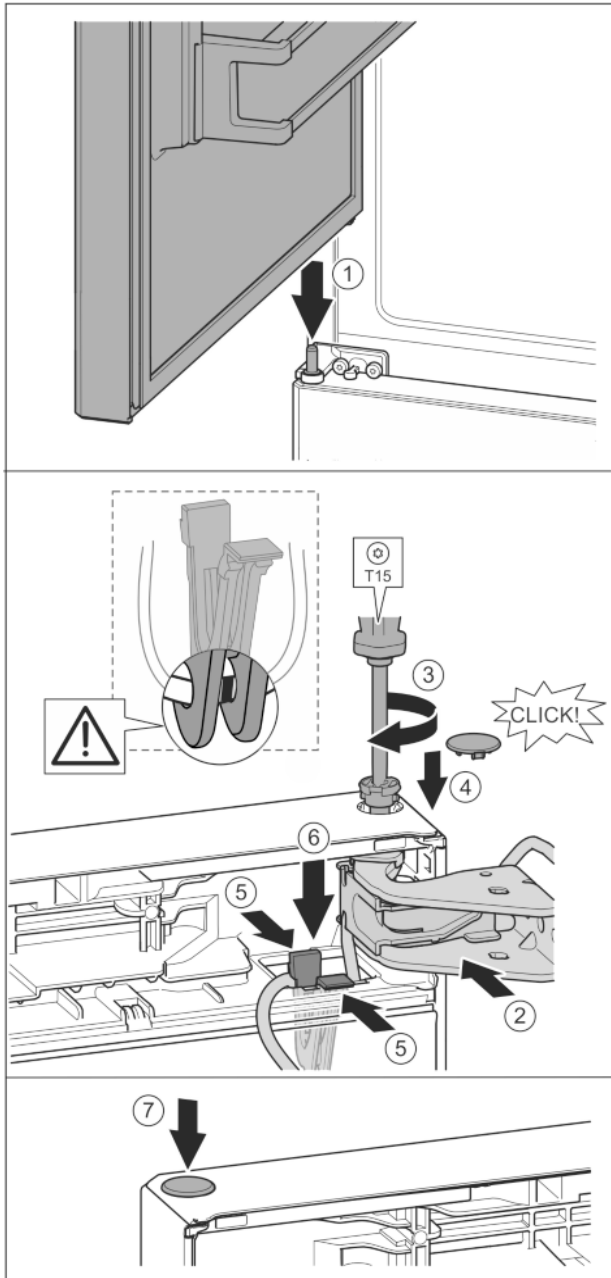

*Fig. 35*
- ▶ Soulever délicatement le bouchon avec un tournevis plat et le sortir. *Fig. 35 (1)*
- ▶ Mettre la porte par le haut sur l'axe de palier inférieur. *Fig. 35 (2)*
- ▶ Mettre en place l'axe de palier du milieu à travers le support de palier du milieu dans la porte inférieure. Veiller à ce que l'ergot d'enclenchement soit orienté en arrière. *Fig. 35 (3)*
- ▶ Remettre en place le bouchon de l'autre côté de la porte. *Fig. 35 (4)*